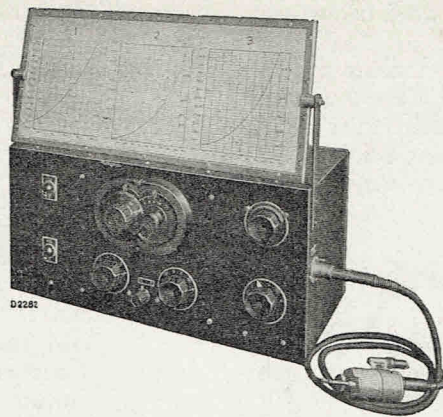

Fig. 1
1. Un oscillateur de service GM2880 F (voir figure 1).